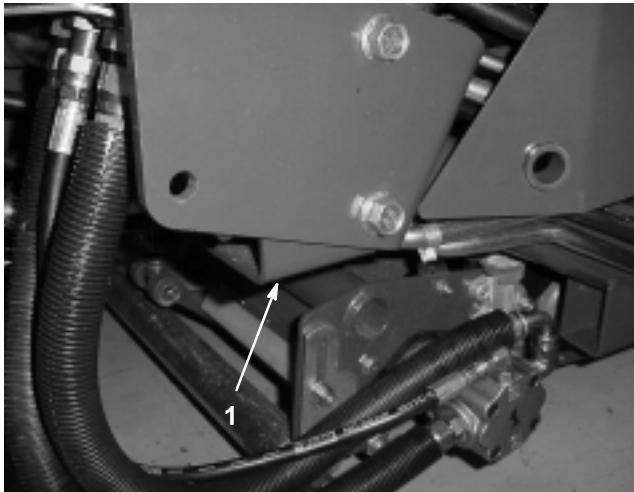

Figure 40
- Côté droit – sous le support de l’arceau de sécurité anti-retournement (ROPS) (Fig. 40)